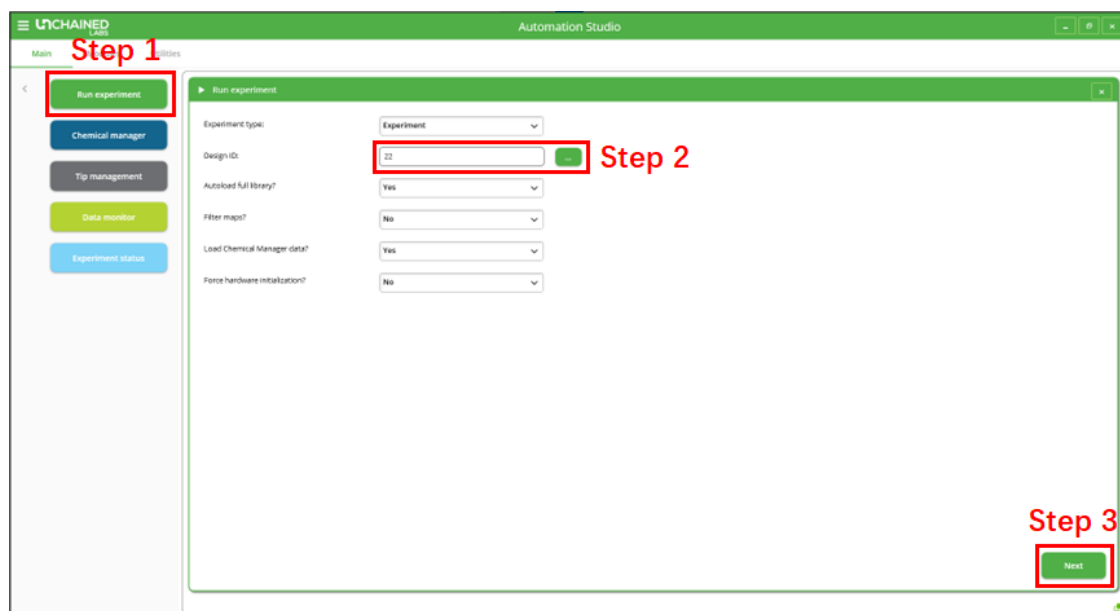

图 6-4-6
- 1) 在仪器完成初始化后, 点击 “Run Experiment”, 输入此次 LS 软件中生成的 Design ID, 或点击在 Project 中寻找此次需要运行的 Design ID (图 6-4-6, 其余选项建议选择默认值, 如需要调整, 可与仪器管理员沟通), 点击 Next。